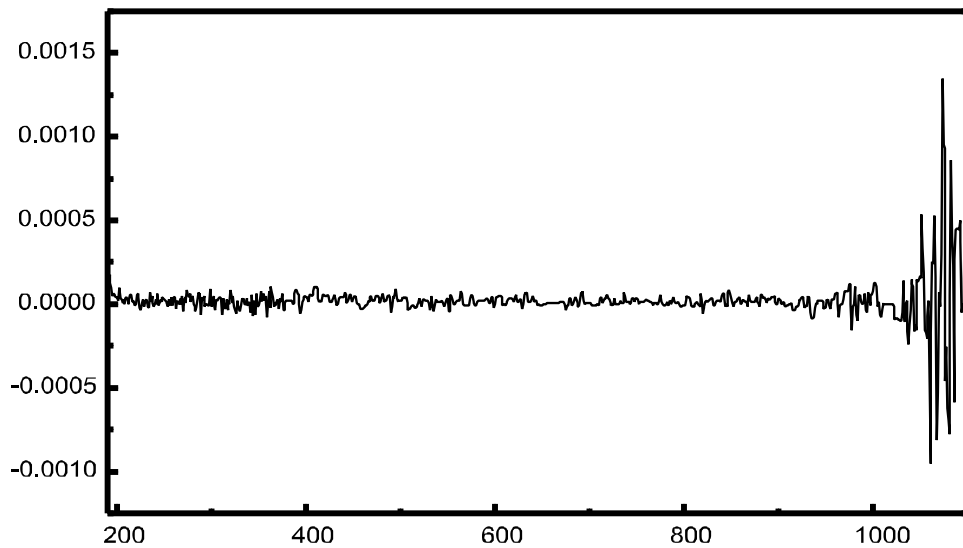
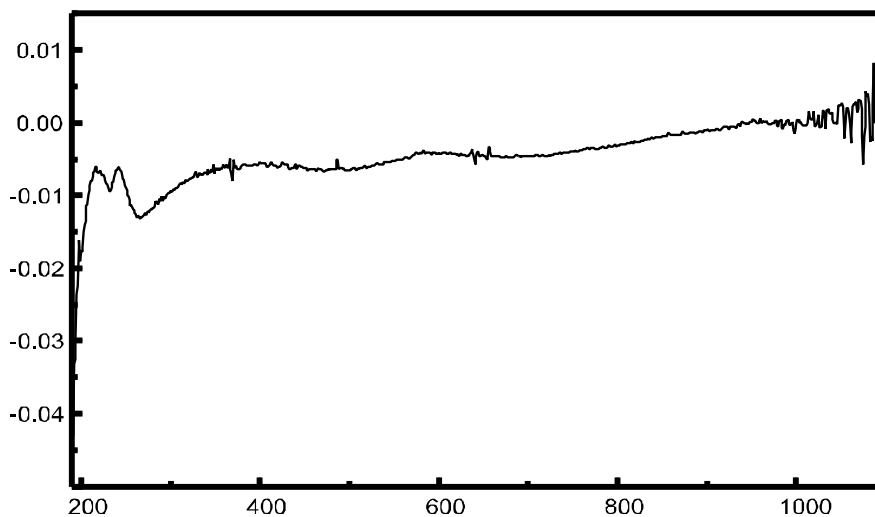

Figure 9 Exemple d'une mesure à blanc avec de l'eau montrant une bonne ligne de base
Figure 10 Exemple d'une mesure à blanc avec de l'eau contenant des bulles donnant une mauvaise ligne de base
- ✓ La mesure à blanc fait apparaître une ligne de base plate (la Figure 9 et la Figure 10, pages 51 et 52 montrent une bonne et une mauvaise ligne de base).
Si le spectre de blanc présente des défauts comme ceux de la Figure 10, voir la section "Solvants", page 46 pour optimiser la procédure de mesure.